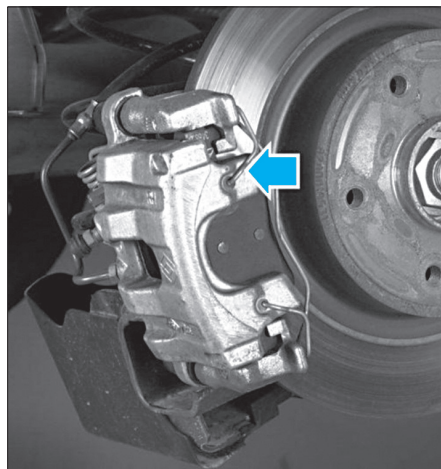

FIG. 8
- Décrocher le ressort de maintien des plaquettes (Fig.8).